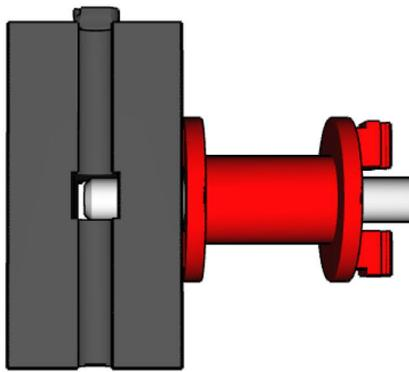

Abb. 27: Die Achse soll etwa halb im Baustein 30 mit Bohrung stecken
- Schließlich eine weitere 31016 Seiltrommel 15 und ein 32880 Baustein 30 mit Bohrung. Steckt den Baustein 30 mit Bohrung so auf eine Seiltrommel, dass das Loch der Seiltrommel und die mittlere Bohrung des Bausteins 30 in einer Linie liegen („fluchten“). Steckt die Achse so tief ein, dass sie etwa in der Mitte des Bausteins 30 mit Bohrung endet (Abb. 27).